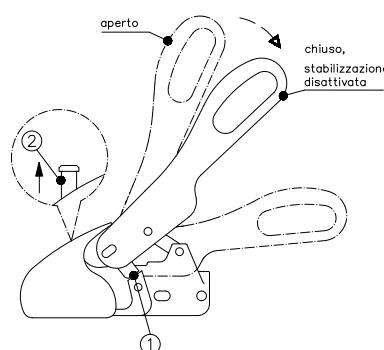

Figura 4: accoppiamento
Per manovrare il rimorchio si prega di utilizzare le maniglie di appoggio applicate al rimorchio anziché la leva di manovra del WS 3000/WS 3500. Il giunto sferico aperto viene posto sul gancio a sfera del veicolo trainante (figura 4). A causa del carico verticale e dell'eventuale carico aggiuntivo del timone, il giunto sferico si chiude automaticamente e le linguette di sicurezza laterali (1) si trovano in posizione parallela rispetto alle superfici di sicurezza situate sulla gabbia (figura 4). Quando la sfera del giunto si trova nella gabbia del giunto, è possibile vedere la spina di colore verde dell'indicatore di controllo (2) (figura 4).
In caso di mancato impiego prolungato il rimorchio dovrebbe essere parcheggiato con giunto sferico chiuso: a questo scopo sollevare la leva di manovra aperta (figura 4) e contemporaneamente tirare in avanti la calotta sferica (elemento mobile - figura 9) oppure premere la **SAFETY BALL** nella cavità sferica e richiudere lentamente la leva di manovra.